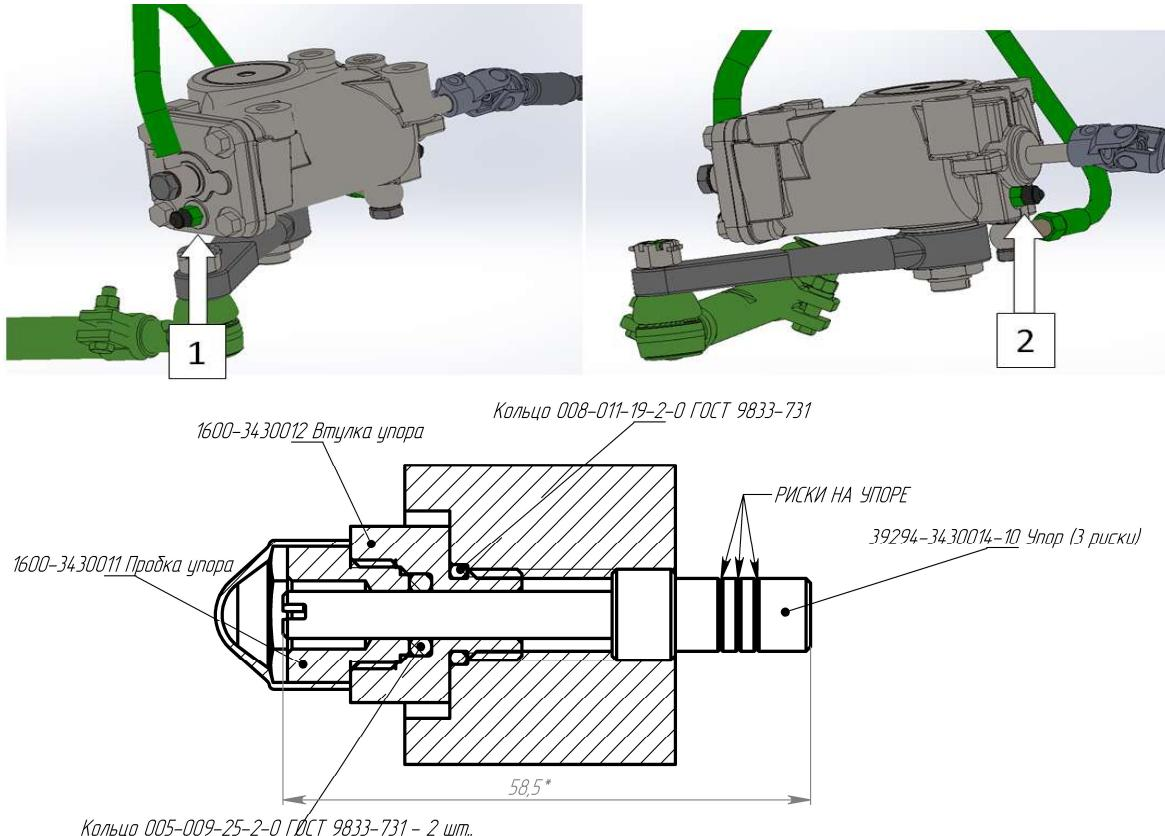

Рисунок 6.25
10. Снять защитные колпачки ограничительных винтов 1 и 2 (Колпачок №13 на болт M8 черный) с рулевого механизма (рисунок 6.25).
а) Ослабить «Пробки упоров 1600-3430011», придерживая «Втулку упора 1600-3430012». Вывернуть против часовой стрелки упоры 39294-3430014-10 (рисунок 6.25) ограничительных винтов 1 и 2.